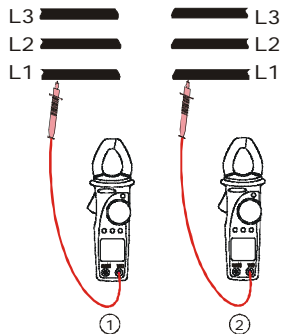
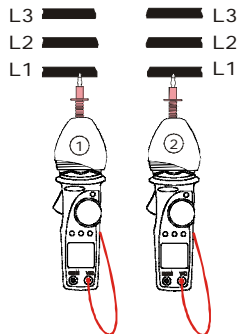

Рис. 16: выявление фазы
Рис. 17: выявление фазы с резиновым чехлом-фиксатором
4. Подключите красный щуп к фазовому проводу **L1** (см. рис. 16, 1-ое измерение). При необходимости используйте резиновый испытательный чехол-фиксатор (см. рис.17, 1-ое измерение).